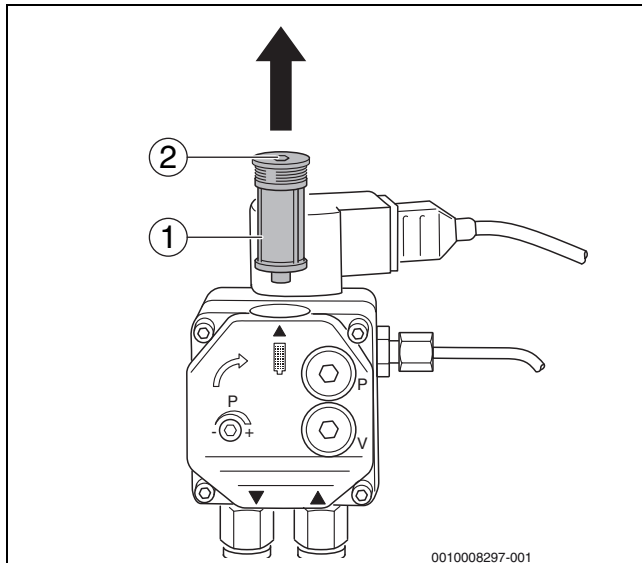

Bild 27 Ölpumpenfilter prüfen – Ölpumpe Danfoss
- ▶ Die Innensechskantschraube an der Oberseite (→Bild 27, [2]) lösen.
- ▶ Ölpumpenfilter (→Bild 27, [1]) nach oben herausziehen.
- ▶ Ölpumpenfilter (→Bild 27, [1]) mit Waschbenzin reinigen, gegebenenfalls austauschen und wieder in die Ölpumpe einbauen.